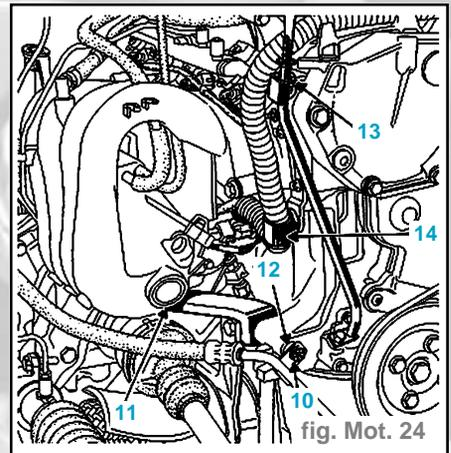

fig. Mot. 24
- la fixation (10) (fig. Mot. 24)
- la vis (11) de la béquille et desserrer l'écrou (12)
- la vis de fixation (13) du guide de jauge à huile